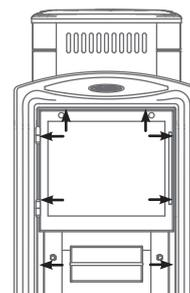

Рисунок 6 Винты крепления дверцы «Витра» к топливному каналу
1. открутить саморезы 8 шт., которыми прикрепляется дверца с рамкой к топливному каналу и снять ее; (см. рисунок 6)